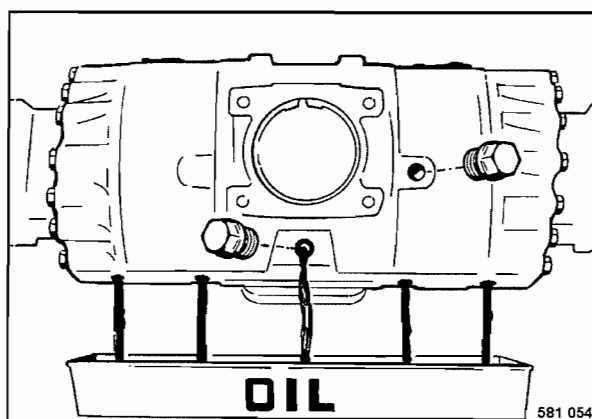

Fig. 86
- Limpiar y desenroscar todos los tapones de control y descarga (Fig. 86).